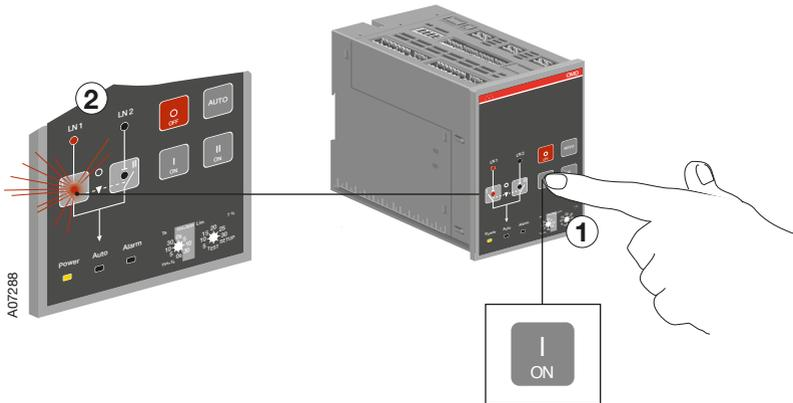

Abb. 6.2 Wahl des aktiven Schalters sowie des Schalterstatus und gewählte Leitungsanzeige mit LEDs in OMD200 oder OMD300
- Nach Drücken der I-Taste (siehe Abbildung 6.2 / ①) befindet sich der I-Schalter in der Position EIN (Status- und Leitungsanzeige, siehe Abbildung 6.2 / ②) und der II-Schalter in der Position AUS. Wenn sich der I-Schalter bereits in der Position EIN befindet, hat das Betätigen der I-Taste keine Wirkung.